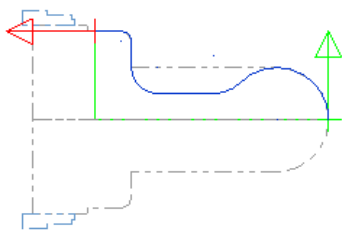

图 8.7 选取加工轮廓
Step2. 定义加工轮廓。在该对话框中选中 ☒ **接续** 复选框，然后在图形区中依次选取图 8.7 所示的轮廓线（中心线以上的部分）。单击  按钮，系统弹出“车床粗加工 属性”对话框。